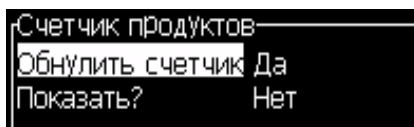

Рисунок 4-16: Диалоговое окно “product counter” (счетчик единиц товара)
- 3 Нажмите кнопку “Enter” (ввод) для открытия диалогового окна “product counter” (счетчик единиц товара) (Рисунок 4-16).